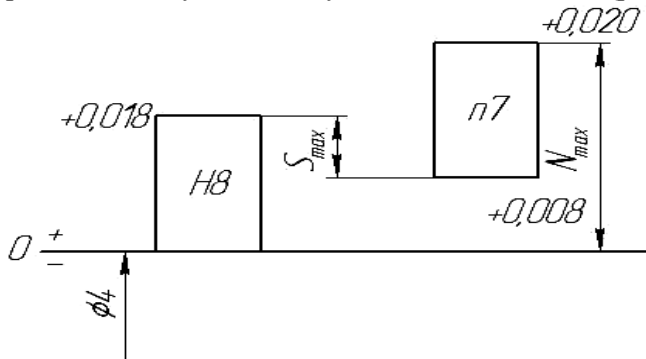

Рис. 2. Схема полей допусков посадки  $\varnothing 4H8/n7$
6) Вычерчиваем схему полей допусков данной посадки (рис. 2).